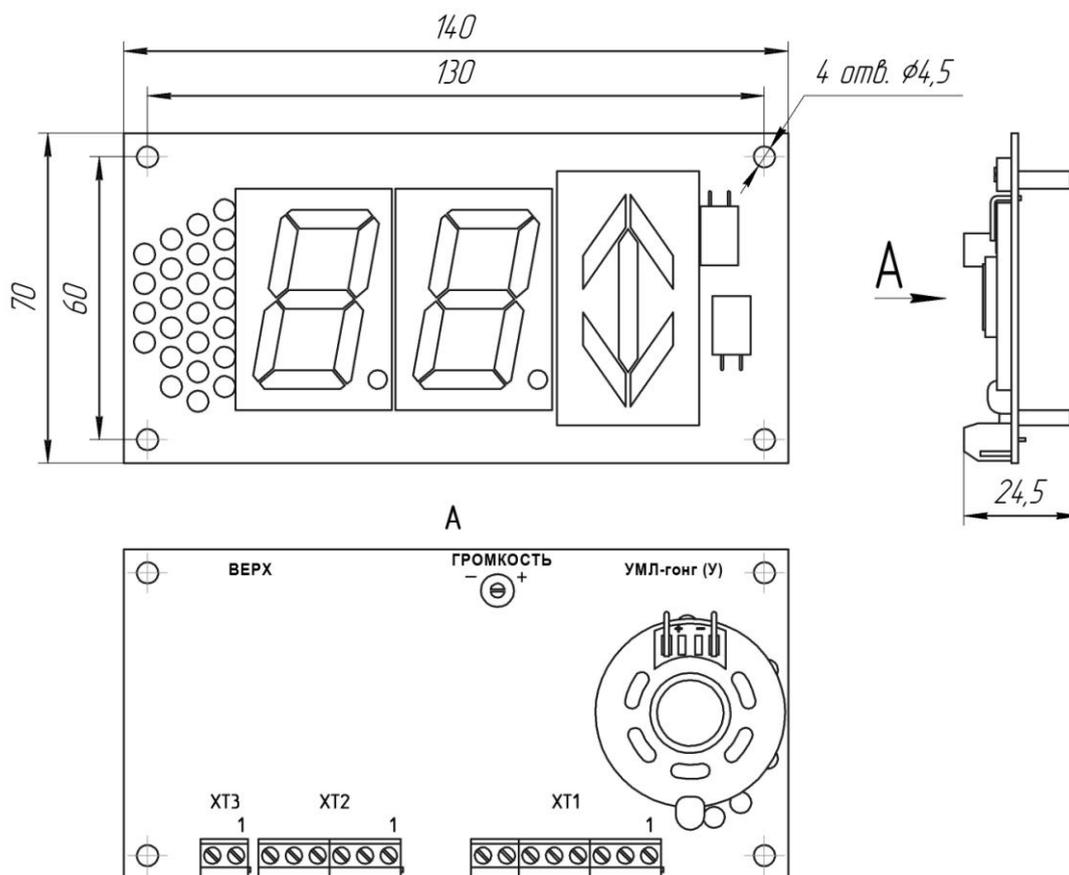

Рис.1 Габаритные и установочные размеры указателя УМЛ ГОНГ(У)
4.1.3 Подключить указатель УМЛ ГОН Г(У) в соответствии с таблицами 1, 2, 3. Расположение разъемов и нумерация контактов показаны на рис.1.